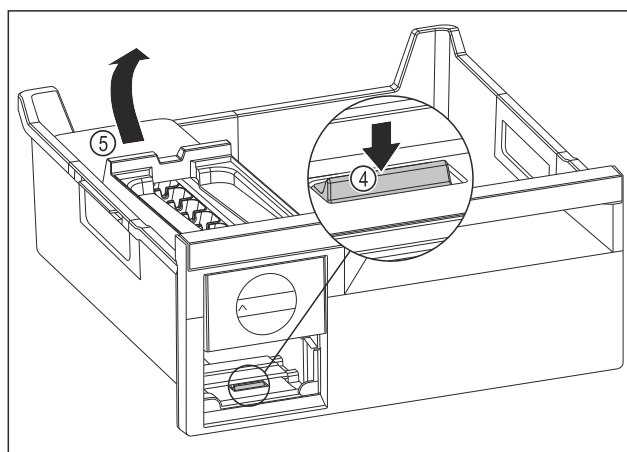

Fig. 131
- ▶ Izvadite tijelo sustava EasyTwist-Ice: Pritisnite jezičak Fig. 131 (4) prstom prema dolje i istovremeno drugom rukom podignite tijelo sustava EasyTwist-Ice Fig. 131 (5) straga.